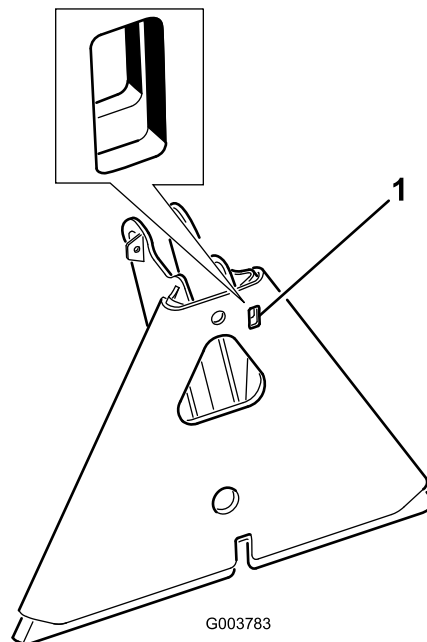

図 17
**注** アタッチメントのアダプタがトラクションユニットのアダプタに引っかかってしまった時は、ボールやドライバーなどをスロットに差し込んで外してください 図 17。